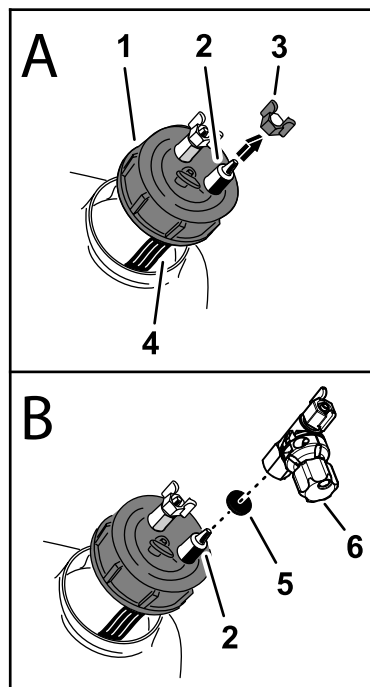

図 1
1. フォームマーカのタンクアセンブリの端部についている黒いタンクキャップを探し出す。図 1
2. タンクキャップを外し、青いフィルタチューブが見える程度に持ち上げる図 1。
3. タンクのキャップのフィッティングタンク内部の青いフィルタチューブに **接続されている** 方から、青い圧縮ナットを外す **図 1**。
4. **図 1**に示すように、タンクキャップにキャップ搭載制御バルブとガスケットを取り付けて、バルブの位置を調整する。